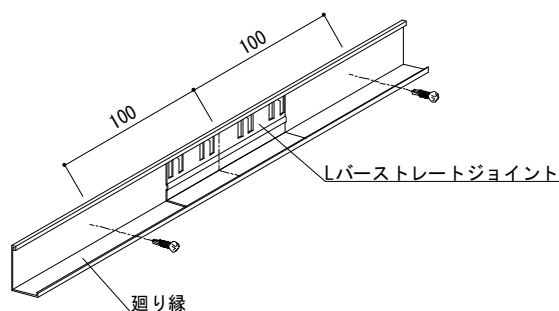

図2-3 廻り縁ビス固定位置
- ② 基準墨に沿って廻り縁をビス (@600 mm以下) 固定し、端部固定時はジョイントと干渉しないように、端部から 100 mm 程度に固定する。(図 2-3 参照)